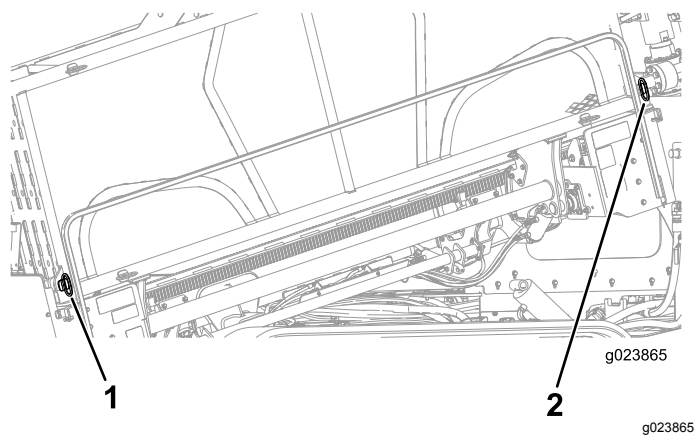

Рисунок 68
2. Извлеките нижние, наружные штифты в держателе трубы (Рисунок 68).